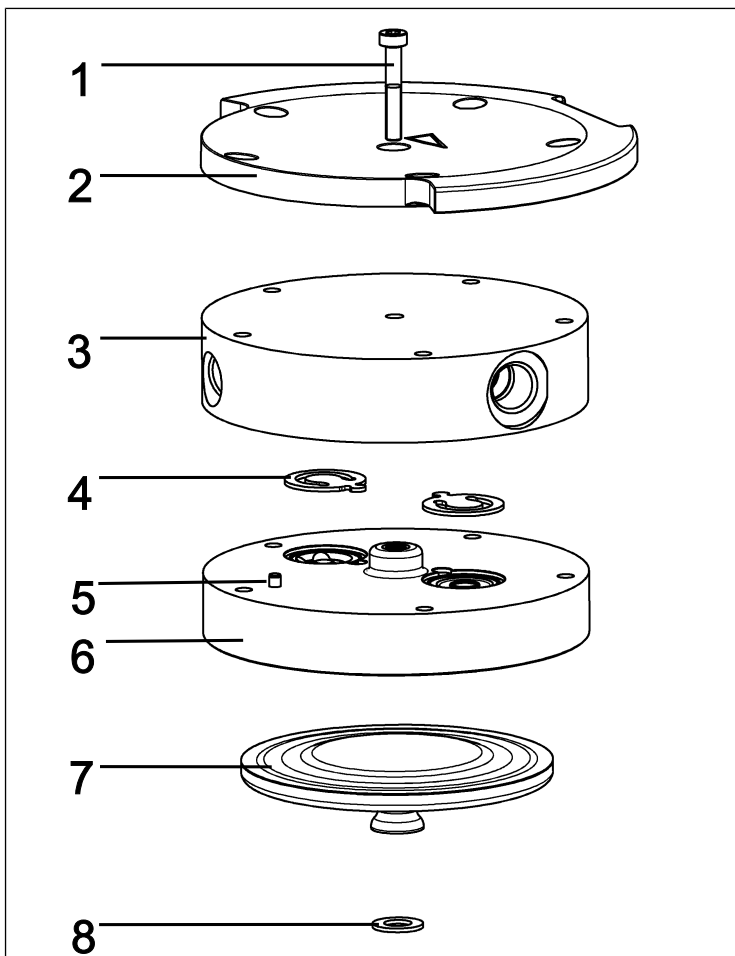

Abb.13: Pumpenkopf (dargestellte Pumpe N820)
- i** Die beiden innenliegenden Kopfschrauben (**1**/Abb. 13) bleiben dabei zunächst noch fest angezogen.
i Die folgenden Positionsnummern beziehen sich auf Abb. 13, falls nicht anders angegeben.